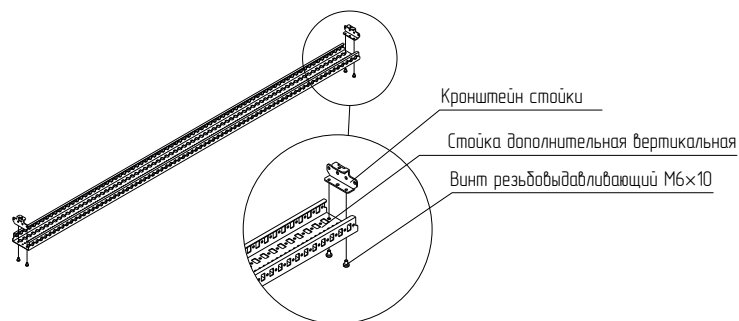

Рисунок 13
4.3.3 Вставить кронштейны стойки в стойку дополнительную вертикальную и зафиксировать винтами М6×10 (рисунок 13). Момент затяжки – 7 Н·м.